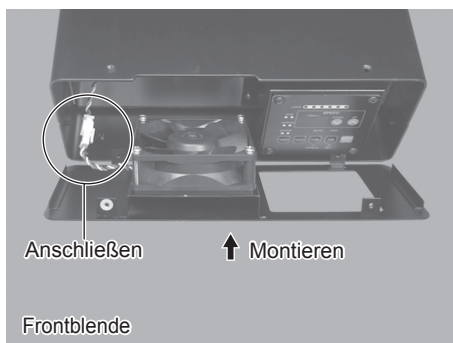

Abb. 45
(11) Schließen Sie den Stecker des LÜFTERKABELS an (Abb. 45).
(12) Bringen Sie die Frontblende wieder am Hauptgehäuse des CONTROLLERS an (Abb. 45).